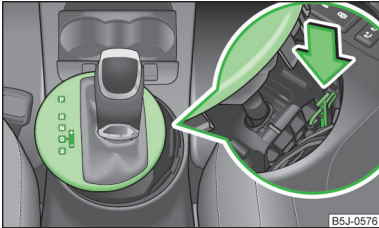

Abb. 91
- Mit einem Finger auf das gelbe Kunststoffteil in Pfeilrichtung drücken » **Abb. 91**.